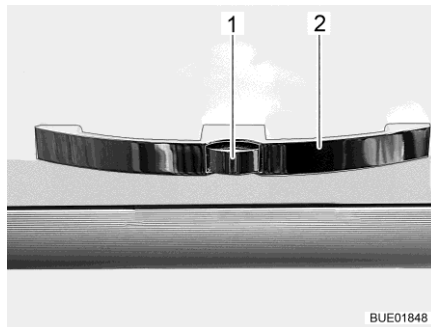
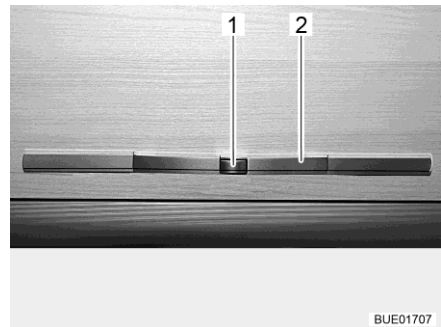

Bild 63 Skåplucka med handtag (exempel)
Bild 64 Skåplucka med handtag (alternativ)
- Tryck på låsknappen (Bild 63,1 eller Bild 64,1) på handtaget (Bild 63,2 eller Bild 64,2) och håll den nedtryckt.